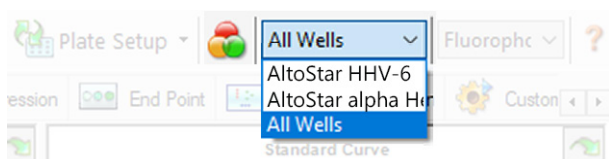

Figura 4: Botón Well Group (grupo de pocillos) y menú desplegable Well Group (grupo de pocillos)
En la ventana Data Analysis (análisis de datos), asegúrese de seleccionar el **Well Group** (grupo de pocillos) del kit AltoStar® HHV-6 PCR Kit 1.5. Por tanto, haga clic en el menú desplegable **Well Group** (grupo de pocillos) junto al botón **Well Group** (grupo de pocillos) (consulte la figura 4) de la barra de herramientas. No utilice el **Well Group** (grupo de pocillos) «All Wells» (todos los pocillos). La selección de la figura 4 se usa como vista de ejemplo general.
1. En la ventana Data Analysis (análisis de datos), asegúrese de seleccionar el **Well Group** (grupo de pocillos) del kit AltoStar® HHV-6 PCR Kit 1.5. Por tanto, haga clic en el menú desplegable **Well Group** (grupo de pocillos) junto al botón **Well Group** (grupo de pocillos) (consulte la figura 4) de la barra de herramientas.